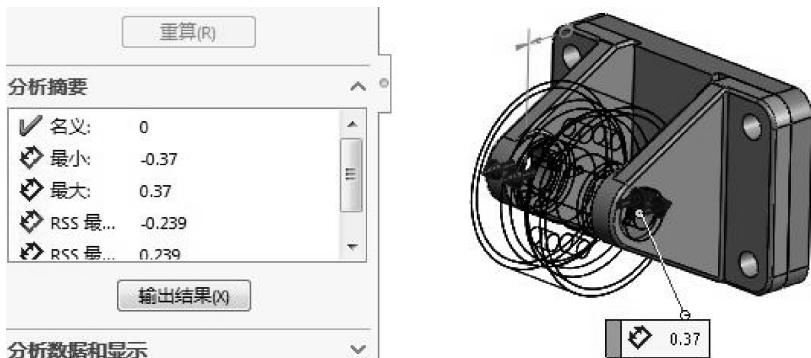

图 5-71 重新计算结果
- 在【分析参数】选项区中单击 **重算(R)** 按钮，重新计算，结果如图 5-71 所示。